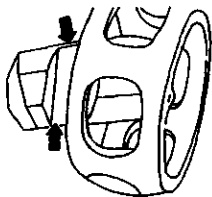

图 3-171 取出内星轮
3) 从球槽上面 (如图 3-171 中箭头所示) 取出球笼里的内星轮。